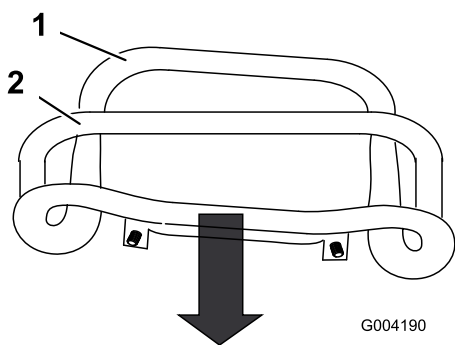

Figure 60
3. Tirez la commande de déplacement tout droit en arrière pour mettre l'avant en contact avec la barre de référence (Figure 60).